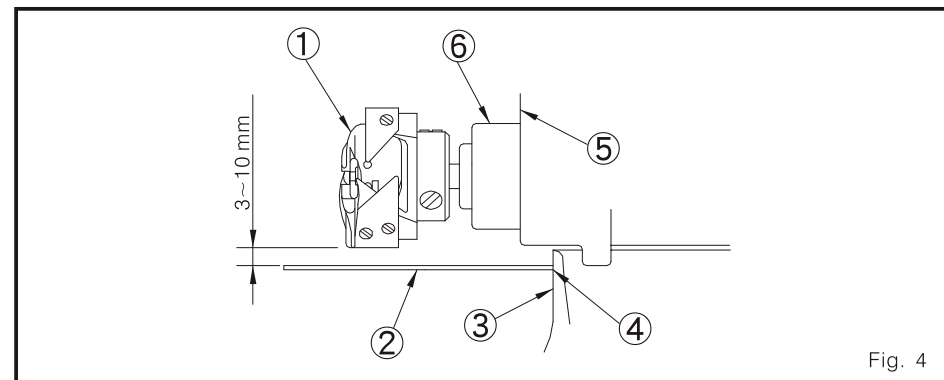
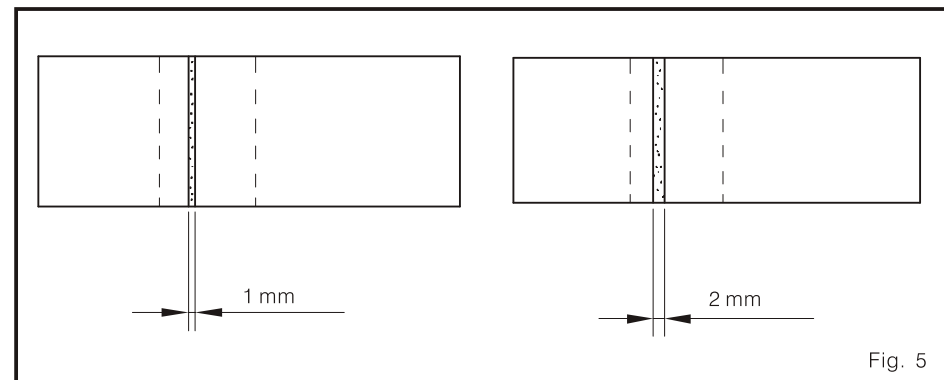

Fig. 4
Fig. 5
- (1) Penda a máquina y quente-a com arranque durante 3 minutos para uma velocidade moderada por 3 minutos se a máquina não foi bem usada.
- (2) Enquanto a máquina este em funcionamento. Ponha o papel de teste debaixo da lançadeira. (Fig. 4)
- (3) Confirma que a altura do nível de óleo no receptáculo do mesmo esteja entre ALTO e BAIXO.
- (4) O teste de borrifado de óleo deve ser terminado em 5 segundos (Usa um relógio para levar o tempo).
5. Os exemplos de observação indicam a quantidade apropriada de óleo (Fig. 5)